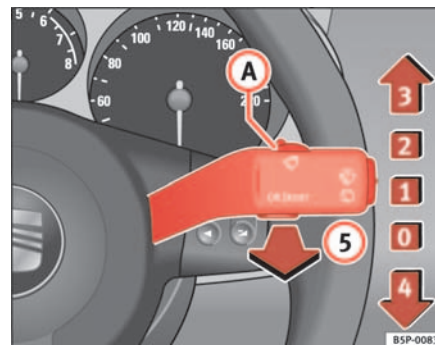

Fig. 81 Palanca del limpia-lavacristales
La palanca del limpiacristales ⇒ página 127, fig. 81 tiene las siguientes posiciones:
- Si se detiene el vehículo estando el limpiaparabrisas funcionando en la posición ② ⇒ página 127, fig. 81 o en la posición ③, automáticamente comenzará a funcionar en una posición inferior. Si el vehículo reinicia la marcha, el limpiaparabrisas seguirá funcionando en la posición seleccionada originalmente.